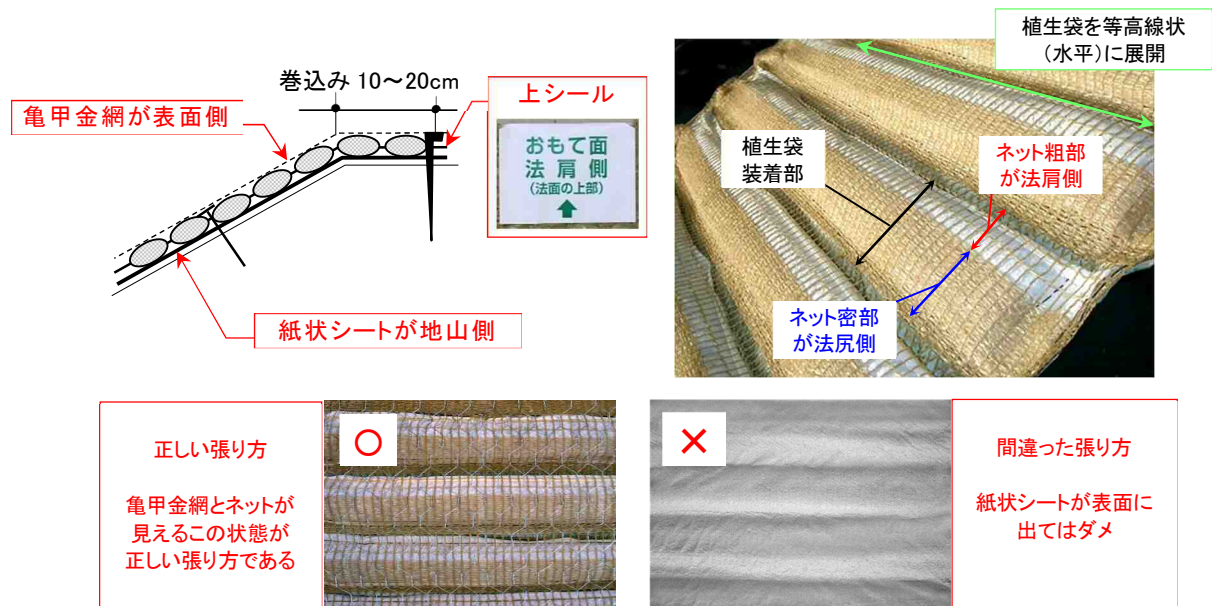

図 1. マットの展開・施工方法
- マットを製品に付けられたシール表示に従い、亀甲金網がおもて面に、シール装着部が法肩側になるように展開する（この際、植生袋が必ず等高線状（水平）になるように展開する）。マットを法尻部でカットするなどしてシールがない場合には、植生袋装着部を観察し、必ずネット粗部が法肩側となるようにして設置を行う（図1参照）。